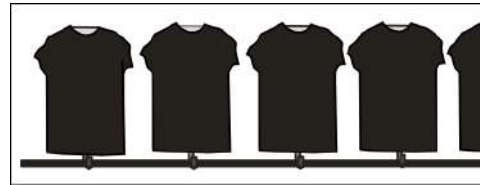

Imagen 330\_06
**8-** Colocar demas poleras en las paletas (Imagen 330\_06)